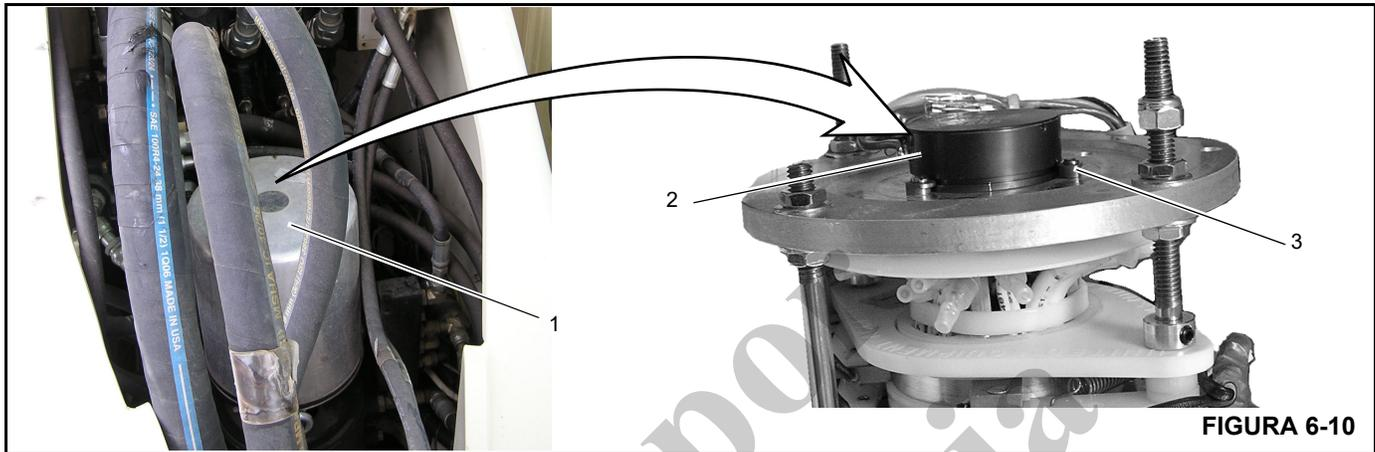

FIGURA 6-10
NOTA: Si se va a instalar un cojinete nuevo, será necesario instalar también un piñón (1, Figura 6-10) nuevo. Alinee el punto alto (excentricidad máxima) (2, Figura 6-10) del cojinete con el punto alto del piñón nuevo.
El potenciómetro de giro es un componente del conjunto de adaptador giratorio hidráulico y eléctrico que se monta dentro de la torreta de la superestructura. La parte superior del conjunto de adaptador giratorio es la sección del adaptador giratorio eléctrico (1, Figura 6-10) y contiene el potenciómetro de giro (2, Figura 6-10).
5. Suelte los tres tornillos (3, Figura 6-10) que fijan el potenciómetro de giro a la placa de montaje.
6. Gire el cuerpo del potenciómetro de giro (2, Figura 6-10) hasta que el ángulo de giro indicado mida $0.6^\circ \pm 0.1^\circ$.
7. Apriete los tres tornillos (3, Figura 6-10) que fijan el potenciómetro de giro a la placa de montaje. Instale la cubierta en el adaptador giratorio eléctrico.